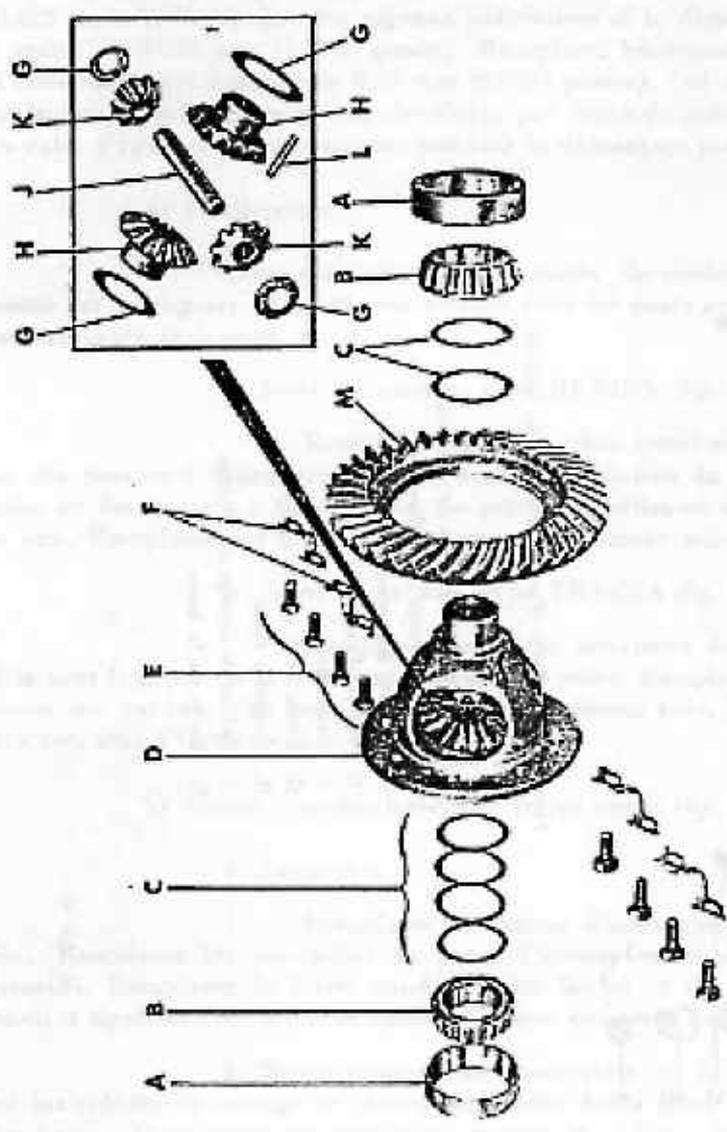

FIGURE 53. — Ensemble du différentiel
3) Ensemble du différentiel (fig. 53).
E. — Mise en place des pignons dans la coquille du différentiel (fig. 53).
F. — Mise en place de la couronne du différentiel (fig. 53).